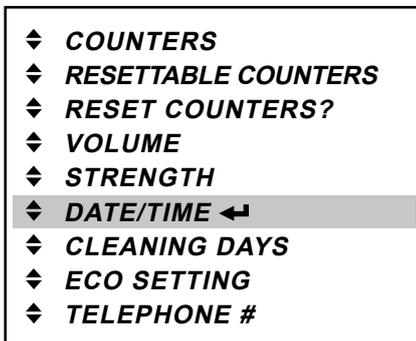

Fig. 37
1. Press the enter button ◀ to access the «DATE / TIME» menu (fig. 37).